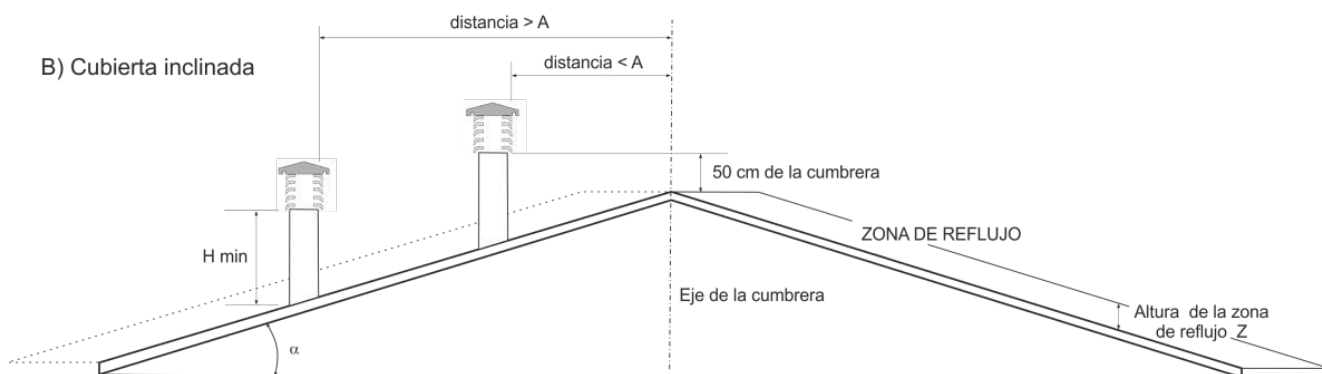

Fig.8
- El sombrerete se debe ubicar de modo que garantice una dispersión y dilución adecuada de los productos de combustión y, en cualquier caso, fuera de la zona de reflujo. Esta zona tiene tamaños y formas diferentes, dependiendo del ángulo de inclinación de la cubierta, por lo que es necesario adoptar las alturas mínimas que se muestran en la fig.7 y en la fig. 8